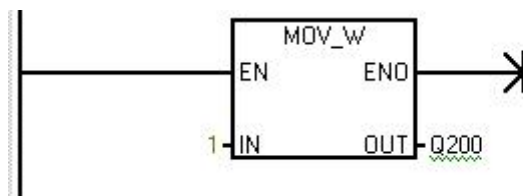

图 51 Mov_W 指令
(6) 操作 PZD 数据启动第一台 PN 设备，如图 51 所示：添加 Mov_W 指令（PZD 映射数据为 16 位数据，word 类型）